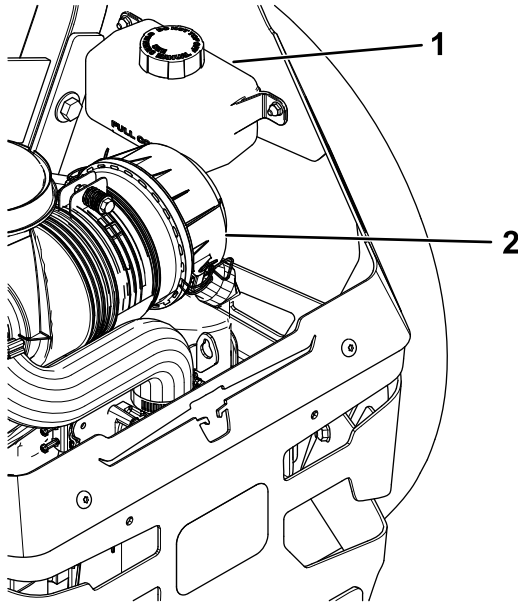

Figure 91
2. Vérifiez le niveau dans le vase d'expansion et faites l'appoint d'huile Toro® HYPR-OIL™ 500 au besoin pour faire monter le niveau jusqu'au repère maximum à froid (FULL COLD) (Figure 91).